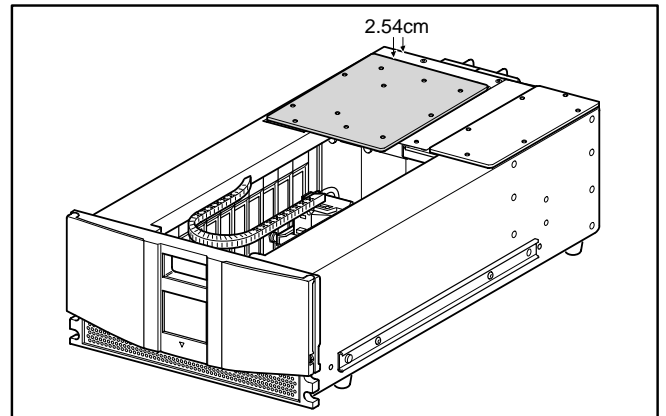

図8: カバーの位置合わせ
14. ファンの電源ケーブルがカバーとライブラリ シャーシ上部の間に挟まれないようにしてください。図8を参照してください。